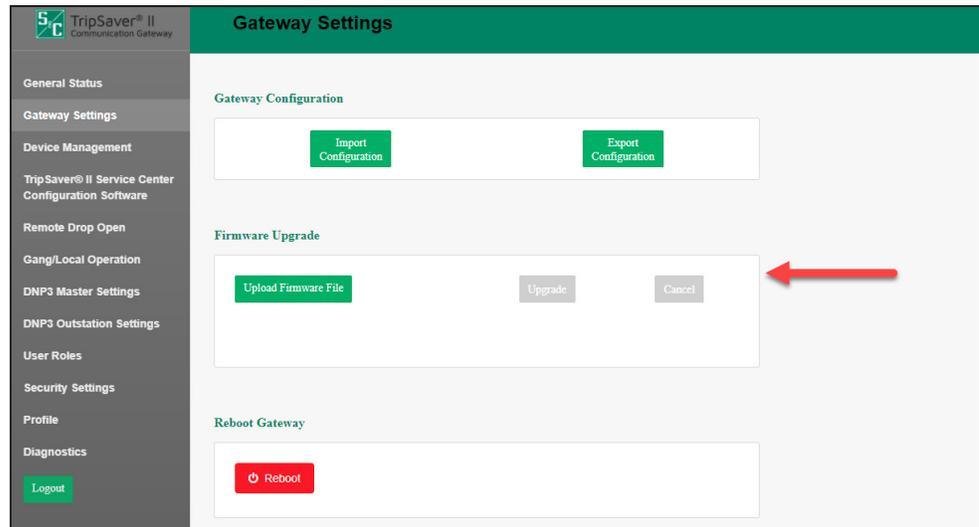

Figura 26. Painel de Atualização de Firmware.
O painel **Firmware Upgrade** (Atualização do Firmware) permite o carregamento de versões de firmware no gateway de comunicação. Ver Figura 26.
PASSO 2. Clique no botão **Upload Firmware File** (Carregar Arquivo de Firmware) no painel Firmware Upgrade. Ver Figura 26.